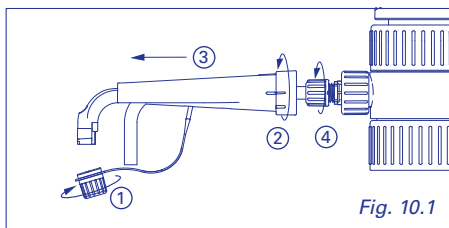
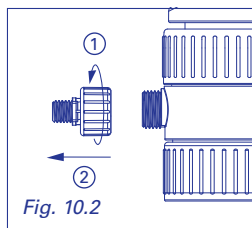

Fig. 10.1
Fig. 10.2
- 1 Remove delivery jet (Fig. 10.1), then delivery jet adapter (Fig. 10.2) and keep for further use
- 1 Ausstosskanüle (Abb. 10.1) und Adapter für Ausstosskanüle (Abb. 10.2) entfernen und für weitere Anwendungen aufbewahren.
- 1 Retirer le bec verseur (Fig. 10.1) puis le raccord de bec (Fig. 10.2), garder pour utilisation future.